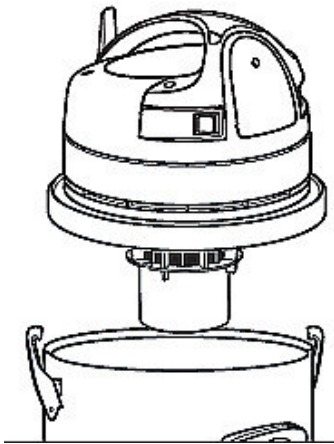

Abb. 6: Montage des Kopfteils
Schritt 1: Montieren Sie das Kopfteil auf den Behälter und befestigen es mit Hilfe der Haken (Abb. 6).
**HINWEIS:** Zum Schutz des Gerätes ist im Kopfteil (Abb. 6) ein Schwimmkörper eingebaut, der die Saugöffnung bei der Überfüllung verschließt. Das Ausbleiben der Saugwirkung und die mit einer Geräuschänderung verbundene Drehzahlhöhung des Motors weisen auf die notwendige Entleerung des Behälters hin. In diesem Fall Motor ausschalten, Behälter leeren.